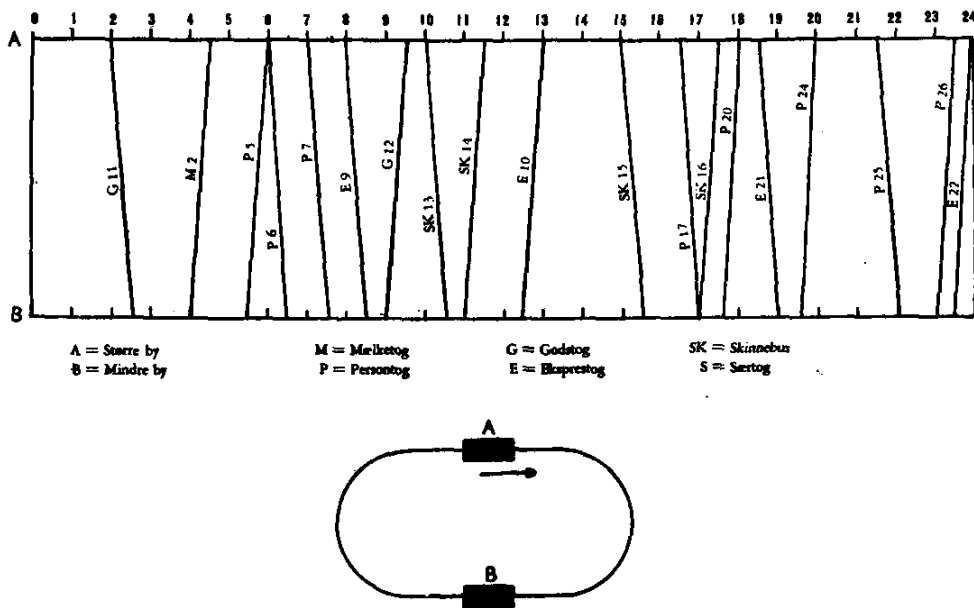

Fig. 16. Sådan kan køreplanen f. eks. se ud ved en rundbane med 2 stationer.
1. Rundbane med 2 stationer (fig. 16).